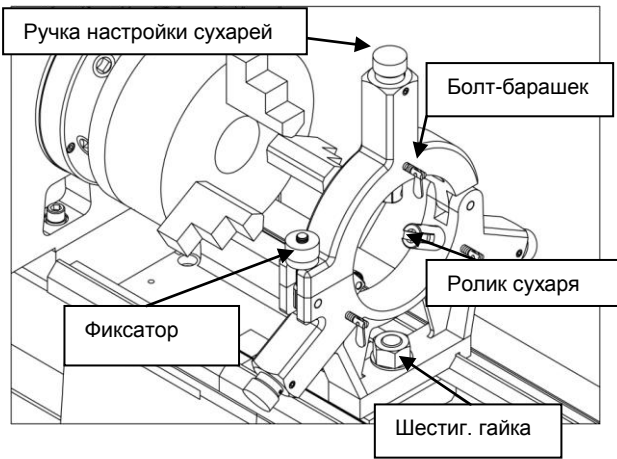

Рис. 35. Детали неподвижного люнета.
3. Расположите неподвижный люнет там, где это необходимо, чтобы должным образом поддерживать заготовку, затем затяните шестигранную гайку (рис. 35), чтобы закрепить его на месте.